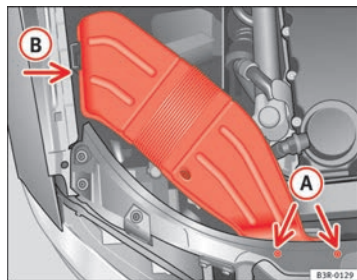

Fig. 214 Conducción de ventilación en el lado derecho del vehículo
- Desenrosque los tornillos **A** ⇒ fig. 214.